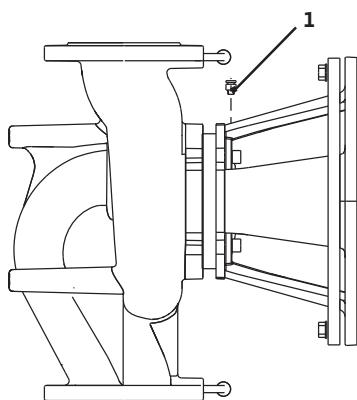

Fig. 41: Souape d'échappement
- Purger la pompe en ouvrant les soupapes d'échappement (Fig. 41, pos. 1). Le fonctionnement à sec détruit la garniture mécanique de la pompe. Le capteur de pression différentielle ne doit pas être purgé (risque de destruction).